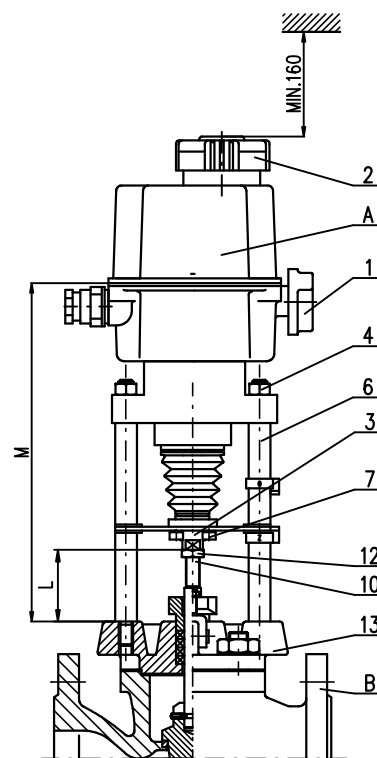

Рис. 3
2.1.2 Механическое присоединение в столбчатом исполнении (рис. 3)